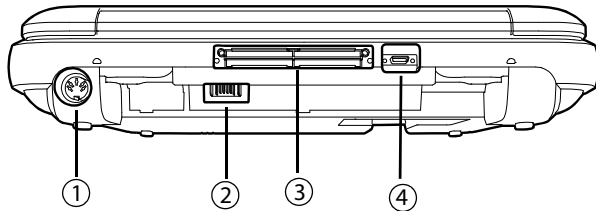

Figure 2-2 Arrière de l'échographe SonoSite Edge II
- 1 Connectez le câble CC de l'alimentation électrique au connecteur situé sur l'échographe. Reportez-vous à **Figure 2-2**, à la page 2-5.